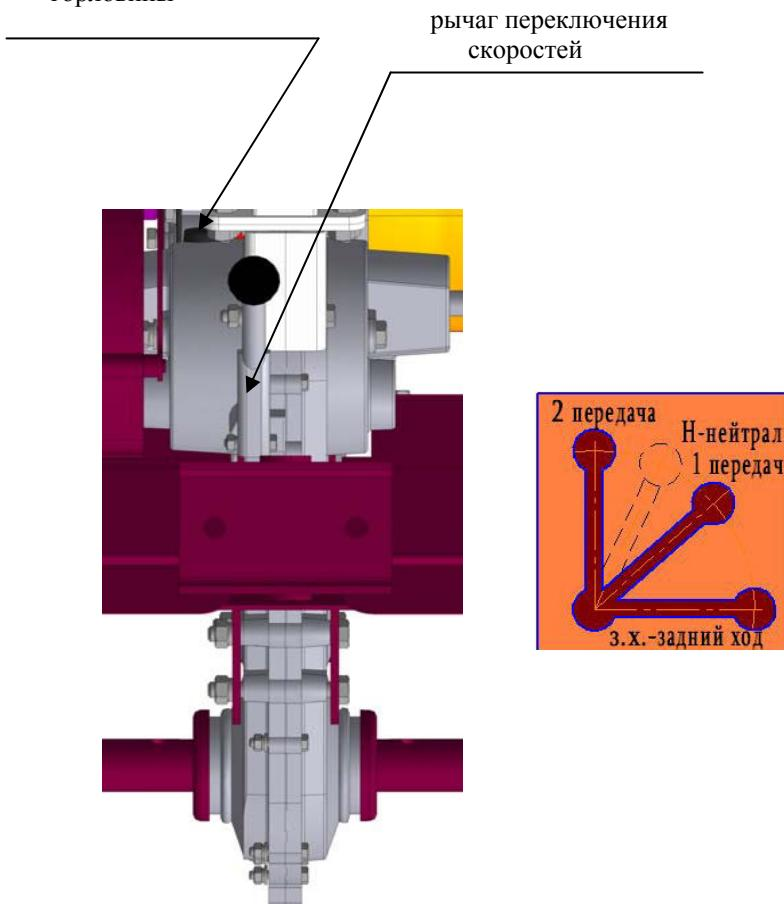

Рис. 7 Схема переключения скоростей
- 6.5 Проверить заправку маслом двигатель и редуктор согласно указаниям в «Руководстве по эксплуатации двигателя» и раздела 5 данного руководства для редуктора. Заправку маслом редуктора мотокультиватора производите через маслоналивное отверстие редуктора. (Рис.7)
- положение рукоятки скоростей в «нейтральном положении». (Рис. 7)
- 8.3. Установить рукоятку скоростей в положение 1 или 2 скорости из нейтрального положения. (Рис.7)
- выключить скорость – установить нейтральное положение. (Рис.7)